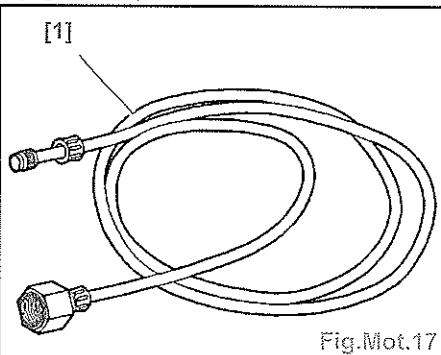

Fig.Mot.17
- Raccorder l'outil [1] sur la valve de purge du circuit d'alimentation carburant et recueillir le carburant dans un récipient (Fig.Mot.17).
- Raccorder l'outil [1] sur la valve de purge du circuit d'alimentation carburant et recueillir le carburant dans un récipient (Fig. Mot. 17).